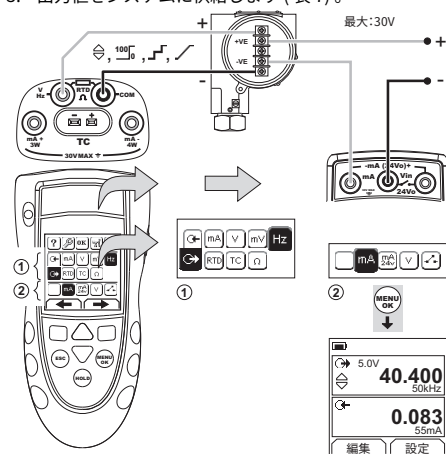
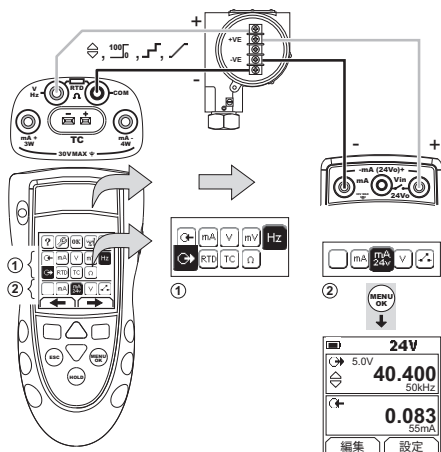

図 10: 構成例 - 外部ループ電源を使用するトランスミッタ校正
図 11: 構成例 - 内部ループ電源を使用したトランスミッタの較正
1. 本計器を接続し (図 10 & 図 11)、必要に応じてセットアップ (表 1) を調整します。